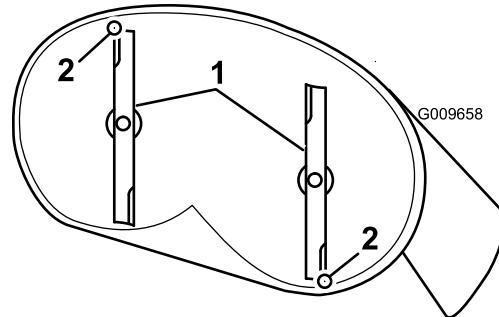
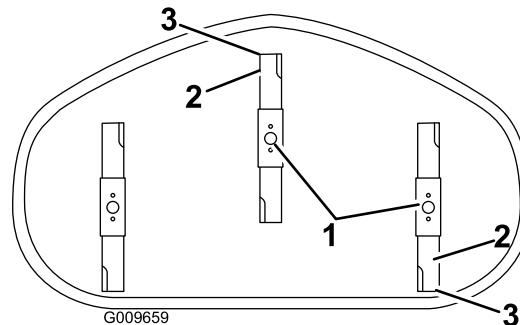

Figure 62
Figure 63
4. Faites pivoter les lames avec précaution pour faire passer les pointes avant à l'arrière (Figure 62 et Figure 63).
5. Mesurez la distance entre la pointe de la lame avant et la pointe de la lame arrière par rapport à la surface plane (Figure 62).
7. Une fois le réglage effectué, vérifiez à nouveau l'inclinaison avant/arrière des lames ; continuez d'ajuster l'écrou jusqu'à ce que la pointe avant de la lame soit de 1,6 à 7,9 mm plus bas de la pointe arrière (Figure 62).